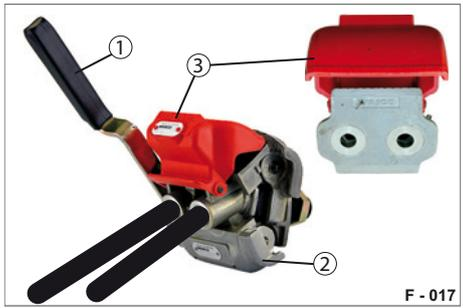

Abb. 20 Duo-Matic, abgekuppelt
► Ziehen Sie den Handgriff (Abb. 20/1) der Duo-Matic Schnellkupplungsdose nach oben und ziehen Sie den Kupplungskopf (Abb. 20/3) unter dem Schutzdeckel hervor.